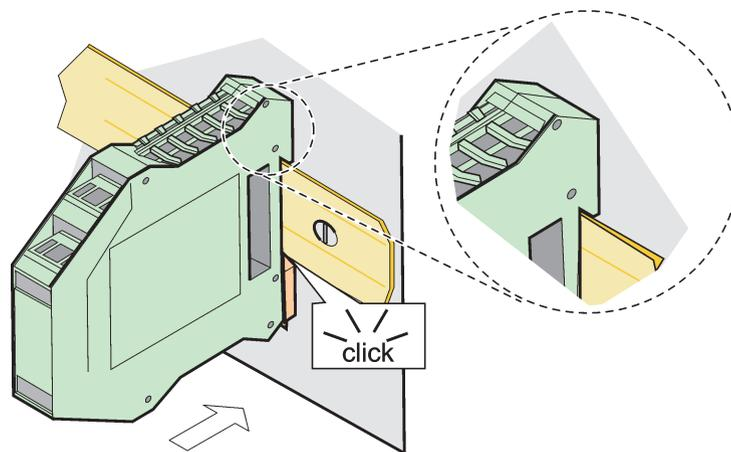

Figura 73 Aggancio di un modulo di espansione
3. Girare il modulo verso il basso e premerlo nell'unità della guida DIN fino a quando si innesta (Figura 73).